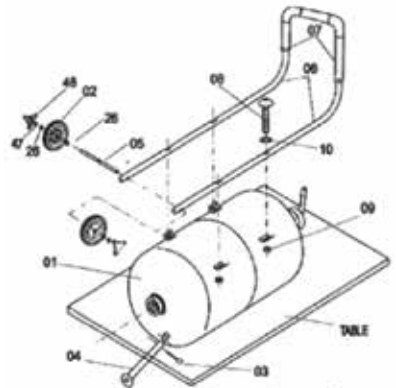

Figura 2
5. Coloque la explosión del tanque abrasivo sobre una superficie plana (como una mesa de trabajo o de la mesa), con los soportes de montaje del manillar hacia arriba. (Figura 2)
6. Alinee los 4 orificios en la baranda (06) con los cuatro agujeros en los soportes de montaje del manillar. Nota: Mantenga el extremo curvo de la palanca hacia arriba.
7. Coloque una arandela (10) en cada uno de los cuatro tornillos de montaje del manillar (08) e inserte a través de cada uno de los cuatro agujeros.
8. Coloque una tuerca (09) en el extremo de cada tornillo y apriete firmemente con una llave.
9. Localice el eje de la rueda (05) y deslice a través de los agujeros de eje ubicados en la parte inferior del manillar.
10. Deslice una arandela de la rueda (26) en cada extremo del eje de la rueda.
11. Monte una rueda (02) en cada extremo del eje.
12. Deslice una arandela de la rueda (26) en cada extremo del eje de la rueda.
13. Usando las pinzas instale un anillo de retención (47) en cada extremo del eje de la rueda. Nota: Eje de la rueda tiene una ranura cortada en él - el anillo de retención debe descansar en esta ranura para que no se deslice fuera del eje de la rueda.
14. Firmemente encajar tapas (48)